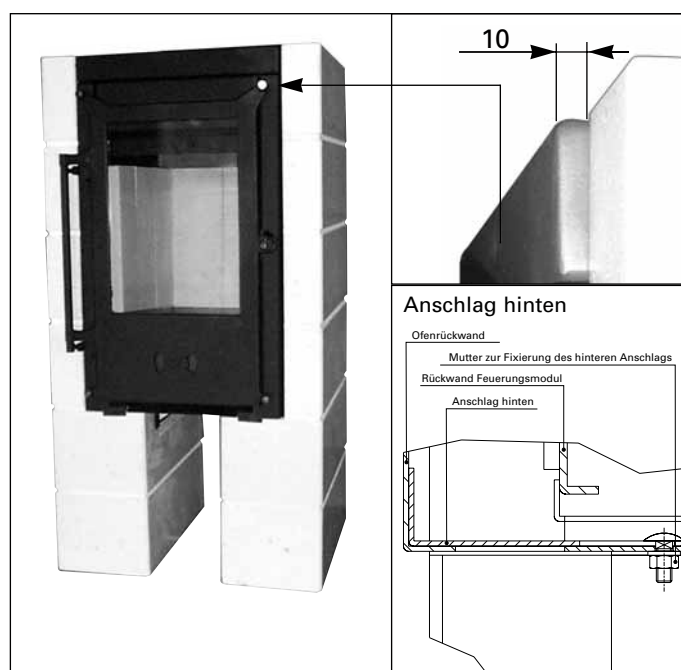

Abb. 7
- Feuerungsmodul auf das Traglager aufsetzen und darauf achten, daß es vorn 10 mm aus den Modulelementen herausragt. Danach den Anschlag hinten bis an die Ofenrückwand schieben und mit der Mutter fixieren (siehe Abb. 7).